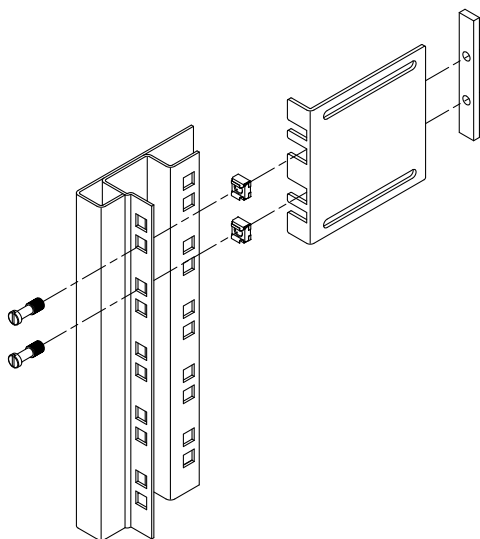

BILD 3-10 Skruva fast monteringskenorna på racket
7. Placera varje kort monteringskena i önskad position på rackets *framsida* och sätt fast en monteringskena på var sida om rackets främre ben (BILD 3-10).
Använd två M6-flänsskruvar och M6-hylsmuttrar (om så krävs) och en gängad list för att skruva fast varje monteringskena (BILD 3-10).
8. Placera varje lång monteringskena i önskad position på rackets *baksida* och sätt fast en monteringskena på var sida om rackets bakre ben (BILD 3-10).